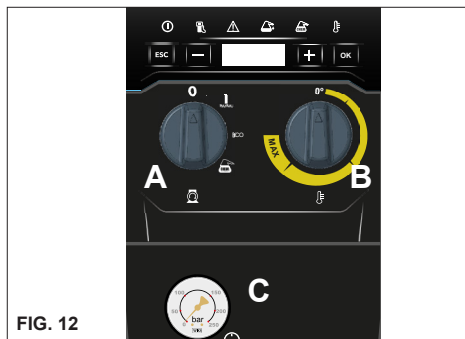

FIG. 12
N.B. Para repor os sinais a zeros, rode o interruptor geral "A" fig. 12 para a pos. "0" e, depois, para a pos. "I".